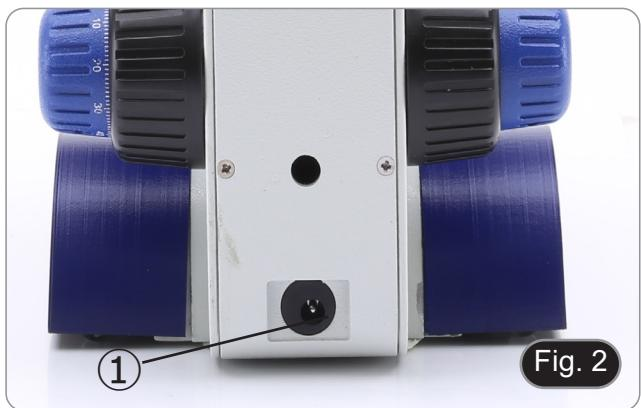

Fig. 2
4. Conectar el enchufe de la fuente de alimentación al conector ① en la parte posterior del instrumento. (Fig. 2)